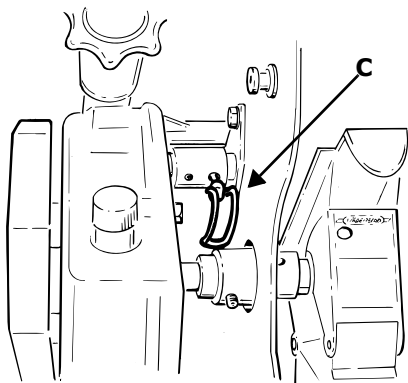

Figure 1.20
- 5 Nasypte osivo do dávkovací jednotky a zapněte / vypněte míchadlo. Viz kalibrační tabulka. Míchadlo lze odpojit odstraněním pojistky (C) “Figure 1.20”.